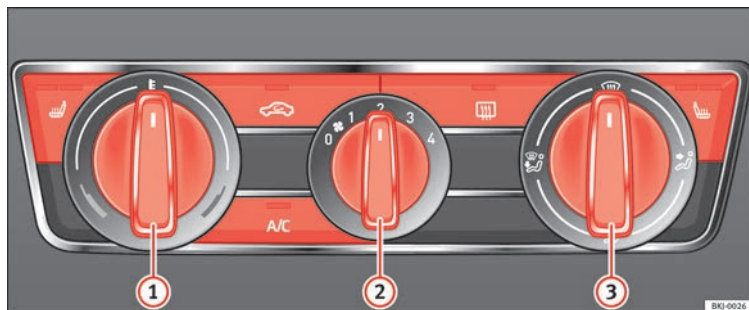

Abb. 171 Bedienelemente Klimaanlage in der Instrumententafel.
- Schalten Sie die Kühlanlage mit der Taste **A/C** » **Abb. 171** aus (die Kontrollleuchte in der Taste erlischt).
- Drehen Sie den Temperaturregler ①, um die gewünschte Temperatur des Innenraumes einzustellen.
- Lenken Sie den Luftstrom mit dem Luftverteilungsregler ③ in die gewünschte Richtung:  (zur Frontscheibe),  (zum Oberkörper),  (in den Fußraum) und  (zur Frontscheibe und in den Fußraum).